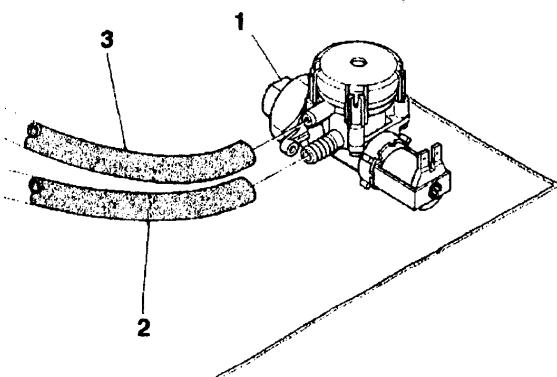

Рис. 10
Для подключения источника воды к узлу (3/4" gas) электромагнитного клапана подачи воды (см. Рис. 10) используйте шланг , способный выдержать давление воды в водопроводе и пригодный для работы с пищевыми продуктами (мин. внутренний диаметр 6 мм)
Электромагнитный клапан подачи воды (см. Рис. 10) оснащен датчиком переполнения, механически останавливающим подачу воды в случае неисправности в самом электромагнитном клапане или в датчике уровня воды в бойлере.
- ослабить соединение, предохраняющее трубку подачи электромагнитного клапана, чтобы сбросить остаточное давление водопровода, а затем снова затянуть (см. Рис. 10);